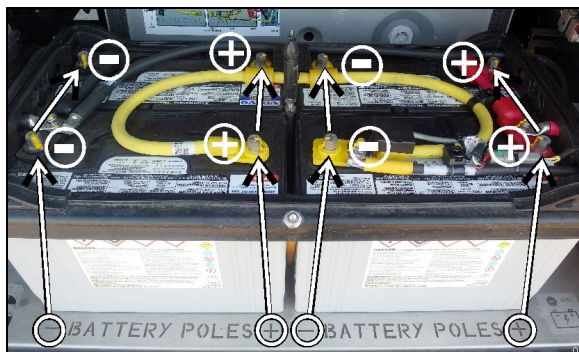

FIGURE 48: GROUPE DE BATTERIES INSTALLÉES
- Pour éviter une installation inappropriée concernant l'agencement de la polarité des batteries, un signe (+) et un signe (-) ont été gravés dans le métal de la plateforme. Lors de l'installation, faire coïncider le pôle positif et le pôle négatif avec les signes correspondants de la plateforme. (Figure 48)